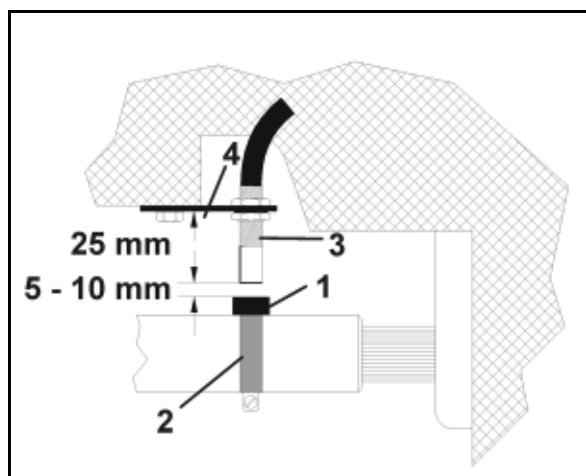

Fig. 75
1. Fest magneten (Fig. 75/1) med slangeklemme (Fig. 75/2) på kardangakselen.
2. Fest sensoren (Fig. 75/3) på traktorrammen med universalbrakett (Fig. 75/4) rett overfor magneten.